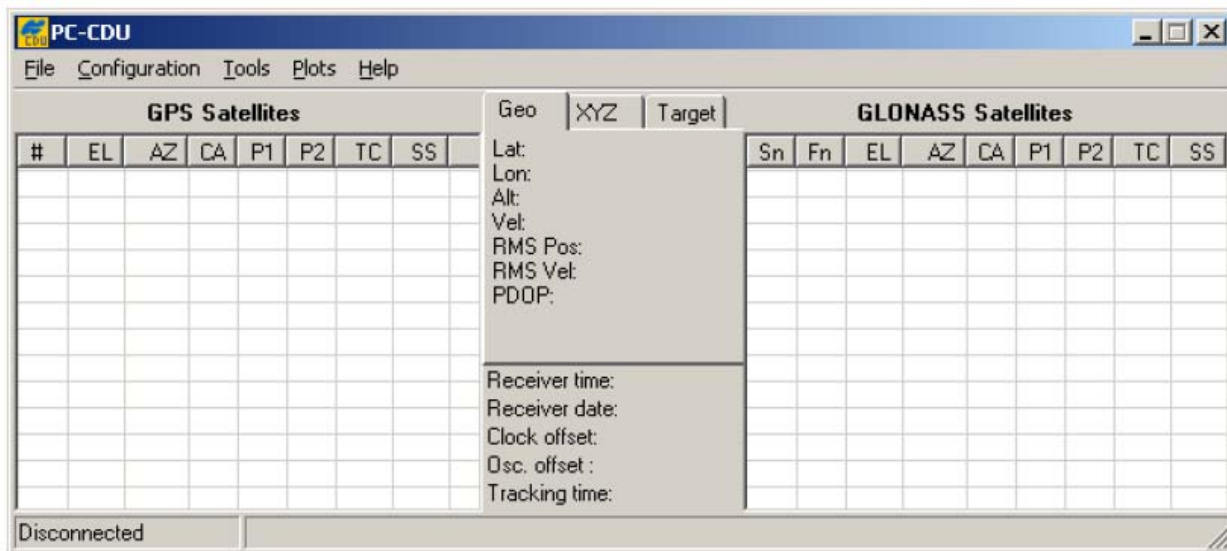

Рисунок 3-6. Основное окно программы PC-CDU
2. Запустите программу PC-CDU на компьютере. Внешний вид основного окна программы представлен на рис. 3-6.